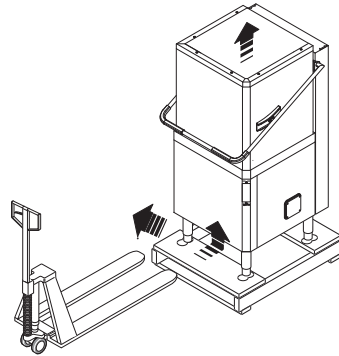

图 6 机器定位
- 使用叉车将设备提起，拆除底板，然后将设备定位于要安装的位置（图 6）。